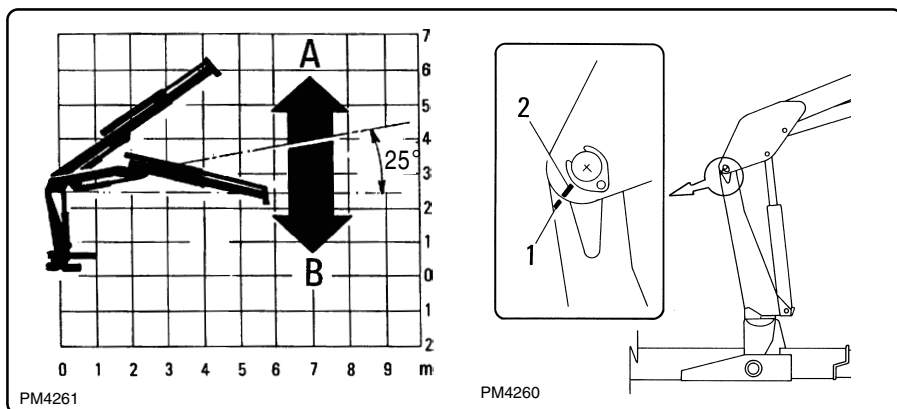

fig. 6.1.1
Durante l'operazione, non aumentare lo sbraccio oltre il campo possibile (fig. 6.1.1).
*When working, do not increase the outreach out of the possible range (fig. 6.1.1).*
**Eseguire** una sola manovra per volta, agendo su di una sola leva del distributore. Per un più sicuro sollevamento dei carichi che richiedono la piena potenza della gru, seguire le seguenti raccomandazioni (fig. 6.1.1).
**Perform a single manoeuvre** at a time, only using one lever of the control valve block. Learn the following recommendations for safer lifting of loads requiring the full power of the crane (fig. 6.1.1).
**L**a posizione ideale della mensola è quando essa è inclinata di circa 25° rispetto al piano orizzontale. L'esatta posizione si determina facilmente facendo coincidere il riferimento "1" riportato sulla colonna con il riferimento "2" applicato sulla mensola (fig. 6.1.1).
*The ideal position for the main boom is when it is inclined by about 25° with respect to horizontal. The exact position can easily be established by matching reference mark "1" on the column with reference mark "2" on the main boom (fig. 6.1.1).*